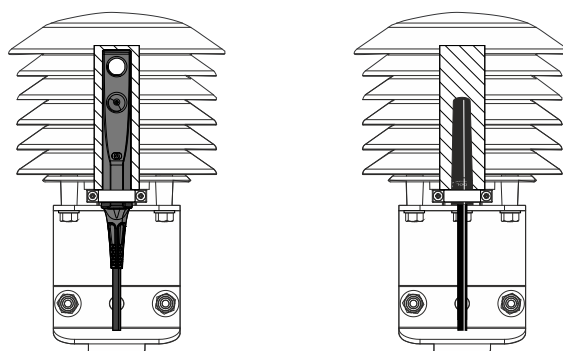

Imagen 1
- Paso 2:** Deslizar el sensor completamente en el escudo de radiaciones. Comprobar que el sensor queda introducido al máximo posible. Ver Imagen 1.